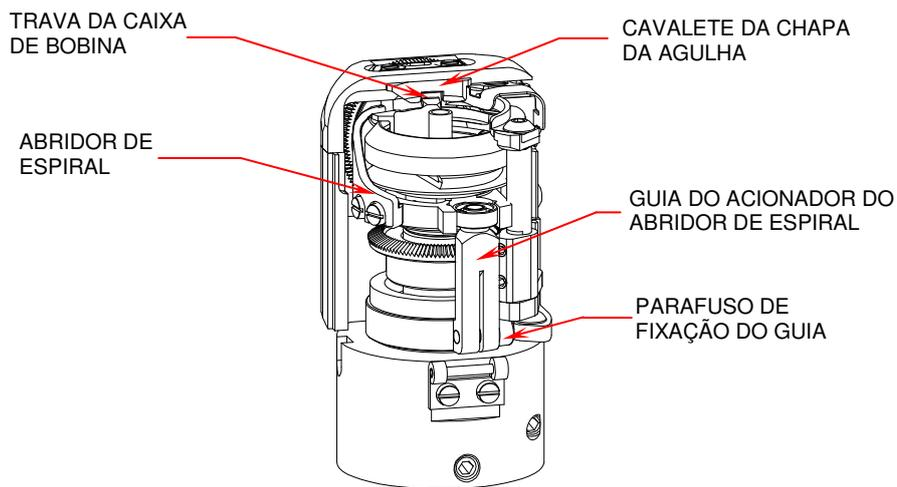

Fig.13
4. Coloque a trava da lançadeira centralizada entre os cavaletes da chapa de agulha, mantendo o abridor de espiral encostado na lançadeira (Fig.13).